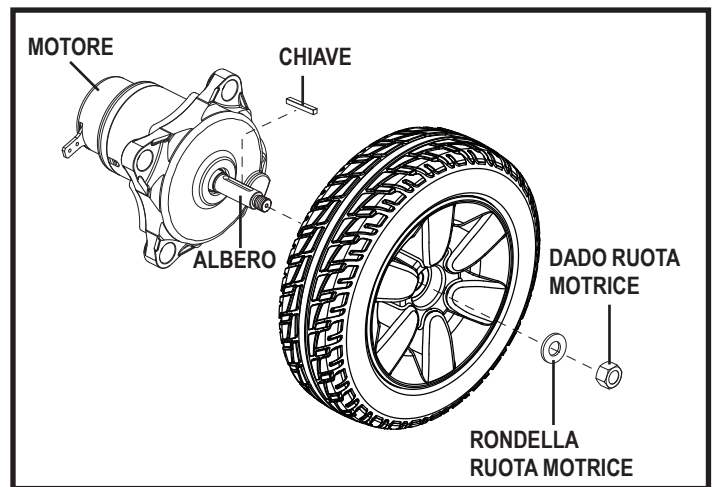

Figura 16. Rimozione della ruota motrice
5. Rimuovere il coprimozzo, se fornito. **Vedere figura 16.**
6. Rimuovere il dado della ruota motrice e la rondella dall'asse. **Vedere figura 16.**
12. Reinstallare il dado della ruota motrice sull'asse e stringere. **Vedere figura 16.**